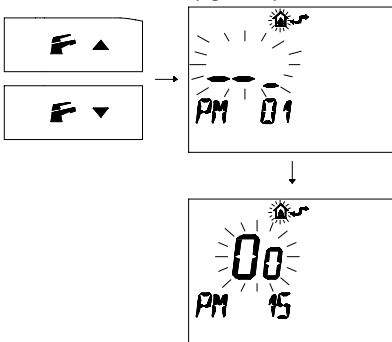

fig. 5.27
- 3 Premere i pulsanti o per visualizzare la programmazione "PM 15" abilitazione della sonda esterna (fig. 5.27)